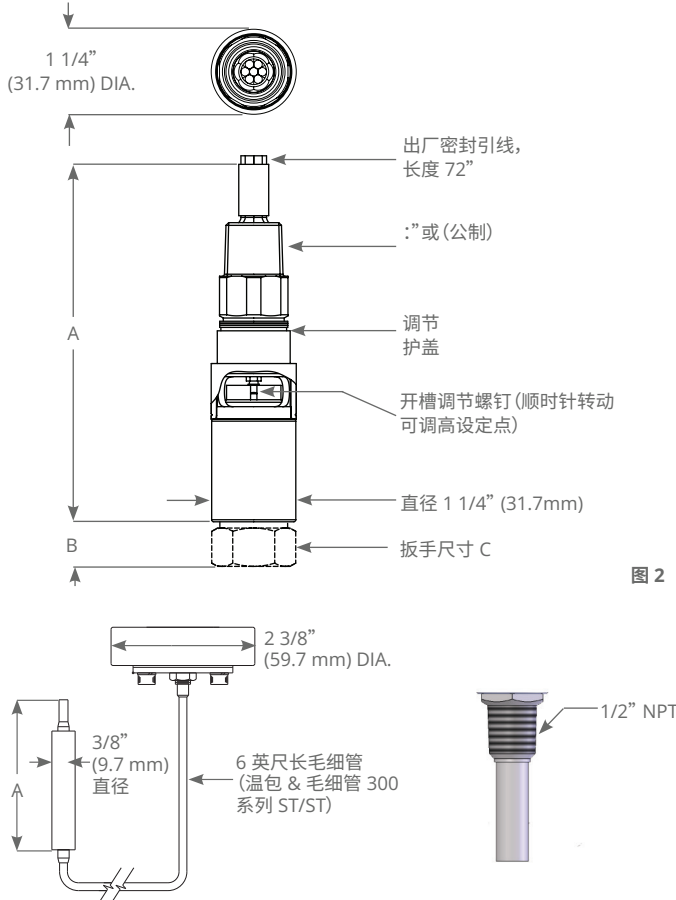

图 2
i 务必使用扳手对就地安装的直插杆六角螺头处予以固定(见图 2)。请勿通过转动本产品外壳的方式拧紧连接，否则将造成传感器受损或焊接点强度受损。
- 4 将螺丝刀插入到调节槽中，顺时针旋转以提高设置，或逆时针旋转以降低设置。(见图 2)